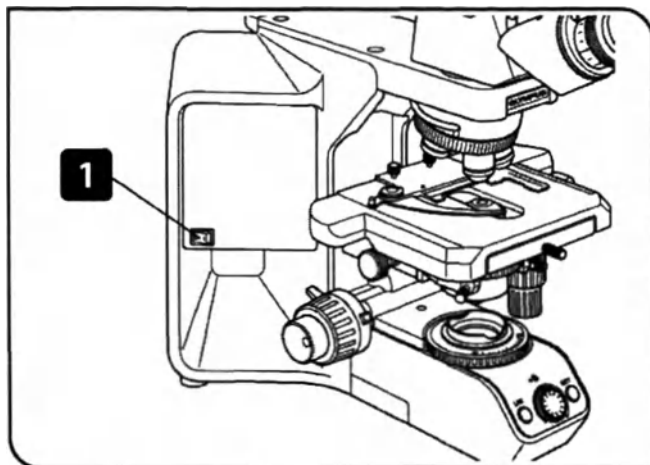

Рисунок 129 - ① - Кнопка питания микроскопа VX43F
4. Включите микроскоп VX43F , нажав кнопку на левой панели микроскопа (Рисунок 129).